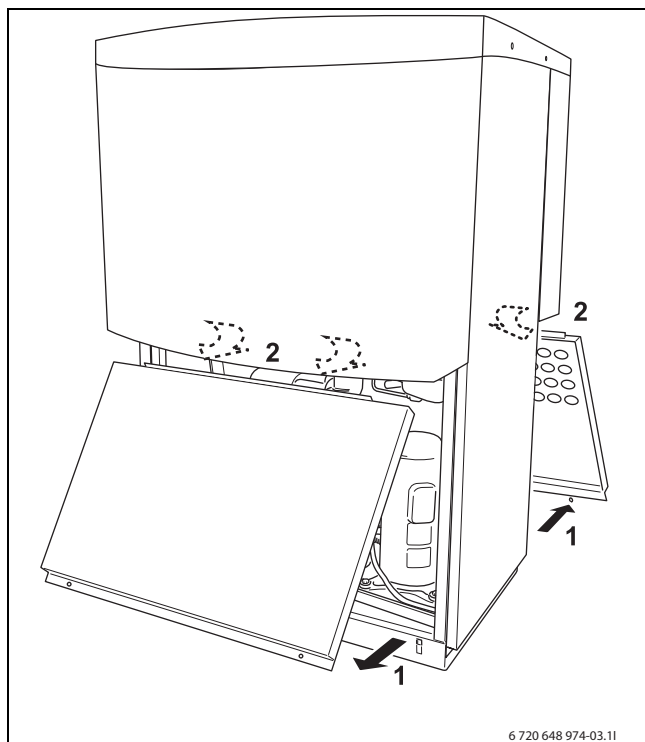

Bild 6 A10 - A15
- Demontera först serviceluckan (→ Bild 6).